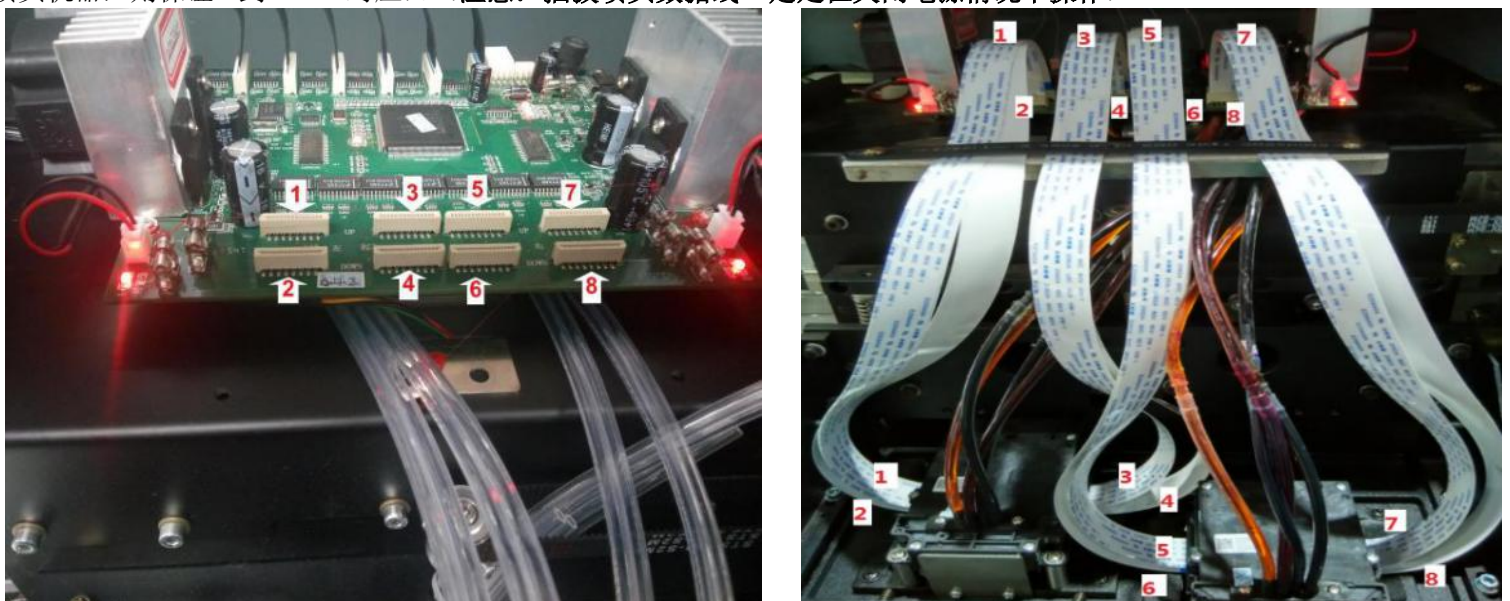

图 5.5 喷头连线
3、以上测试完成合格以后**关闭电源**再把喷头数据线连接到头板上。按照图 5.5 所示序号一一对应，喷头的上面一排要接到喷头转接板的上面一排，喷头的下面一排要接到喷头转接板的下面一排（上对上，下对下），且要从左到右 依次对应，（对与单喷头机器，则保证1 到4 一一对应）。（**注意：插拔喷头数据线一定是在关闭电源情况下操作**）